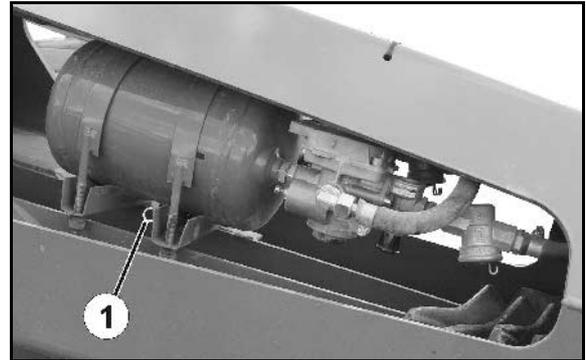

Fig. 57
1. Ziehen Sie das Entwässerungs-Ventil (Fig. 57/1) über den Ring solange in seitlicher Richtung, bis kein Wasser mehr aus dem Luftbehälter ausfließt.